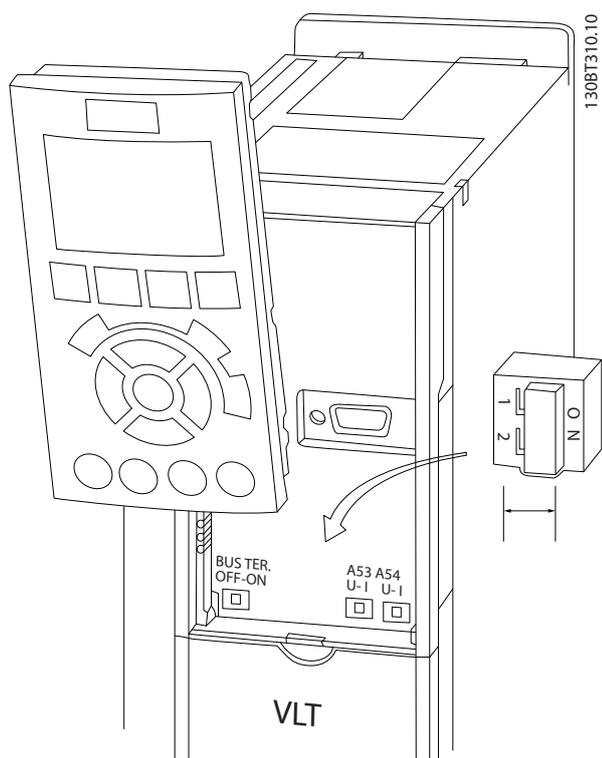

Ilustración 2.18 Ubicación de los interruptores y del interruptor de terminación de bus de los terminales 53 y 54
- Puede accederse a los conmutadores cuando se ha retirado el LCP (véase la *Ilustración 2.18*).